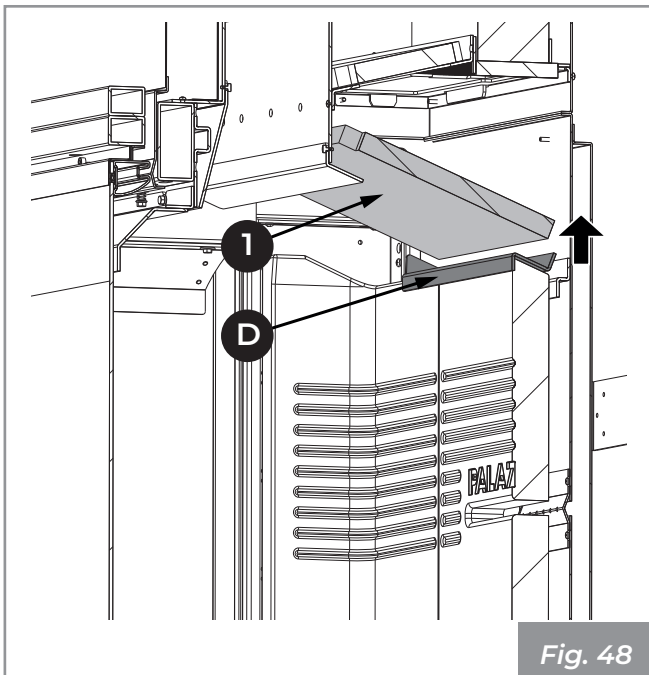

Fig. 48
- 4) Soulever et extraire dans l'ordre les panneaux (1) et la plaque du support des réfractaires (D) (Fig. 48)